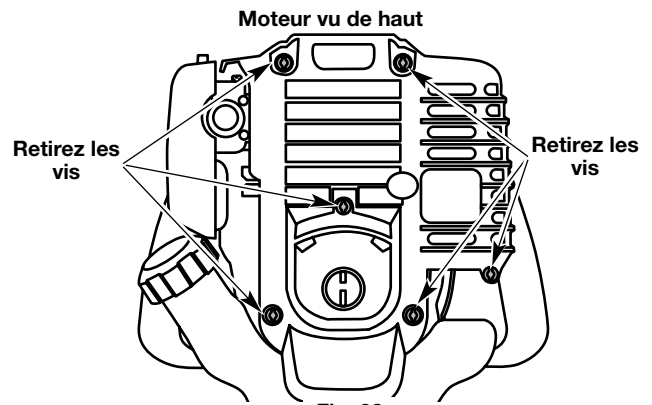

Fig. 38
1. Retirez les six (6) vis à l'arrière de la couverture du moteur avec un tournevis plat ou un tournevis Torx T-25 (Fig. 38).
4. Déposez le couvercle du moteur (Fig. 38).
1. Arrêtez le moteur et laissez-le refroidir. Retirez les six (6) vis à l'arrière de la couverture du moteur avec un tournevis plat ou un tournevis Torx T-25 (Fig. 38).